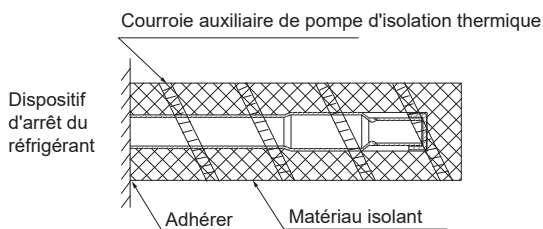

Fig.6-6
4. Instructions d'installation du tube d'isolation pour les ports de dérivation inutilisés (côté unité intérieure) (tuyaux de gaz et de liquide) (voir Fig.6-6).